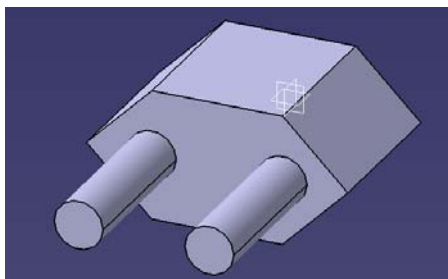

图 3-87
- (4) 点击 。点击  后，长度设为 50mm（见图 3-87）。